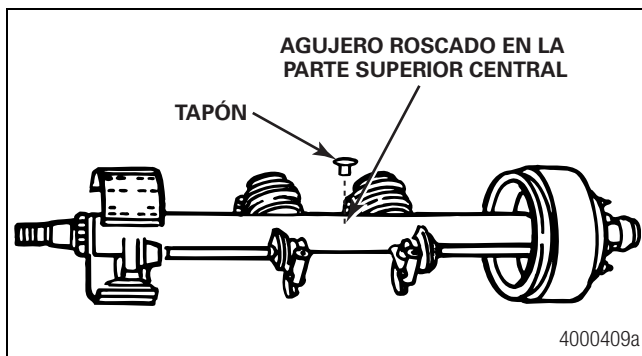

Figura 1.7
- El agujero ubicado en la parte central superior del eje es roscado y acepta el adaptador de aire del eje del sistema de inflado de neumáticos; dentro de dicho agujero se instala un tapón. Algunos fabricantes de ejes ubican este agujero en otra parte. Figura 1.7.